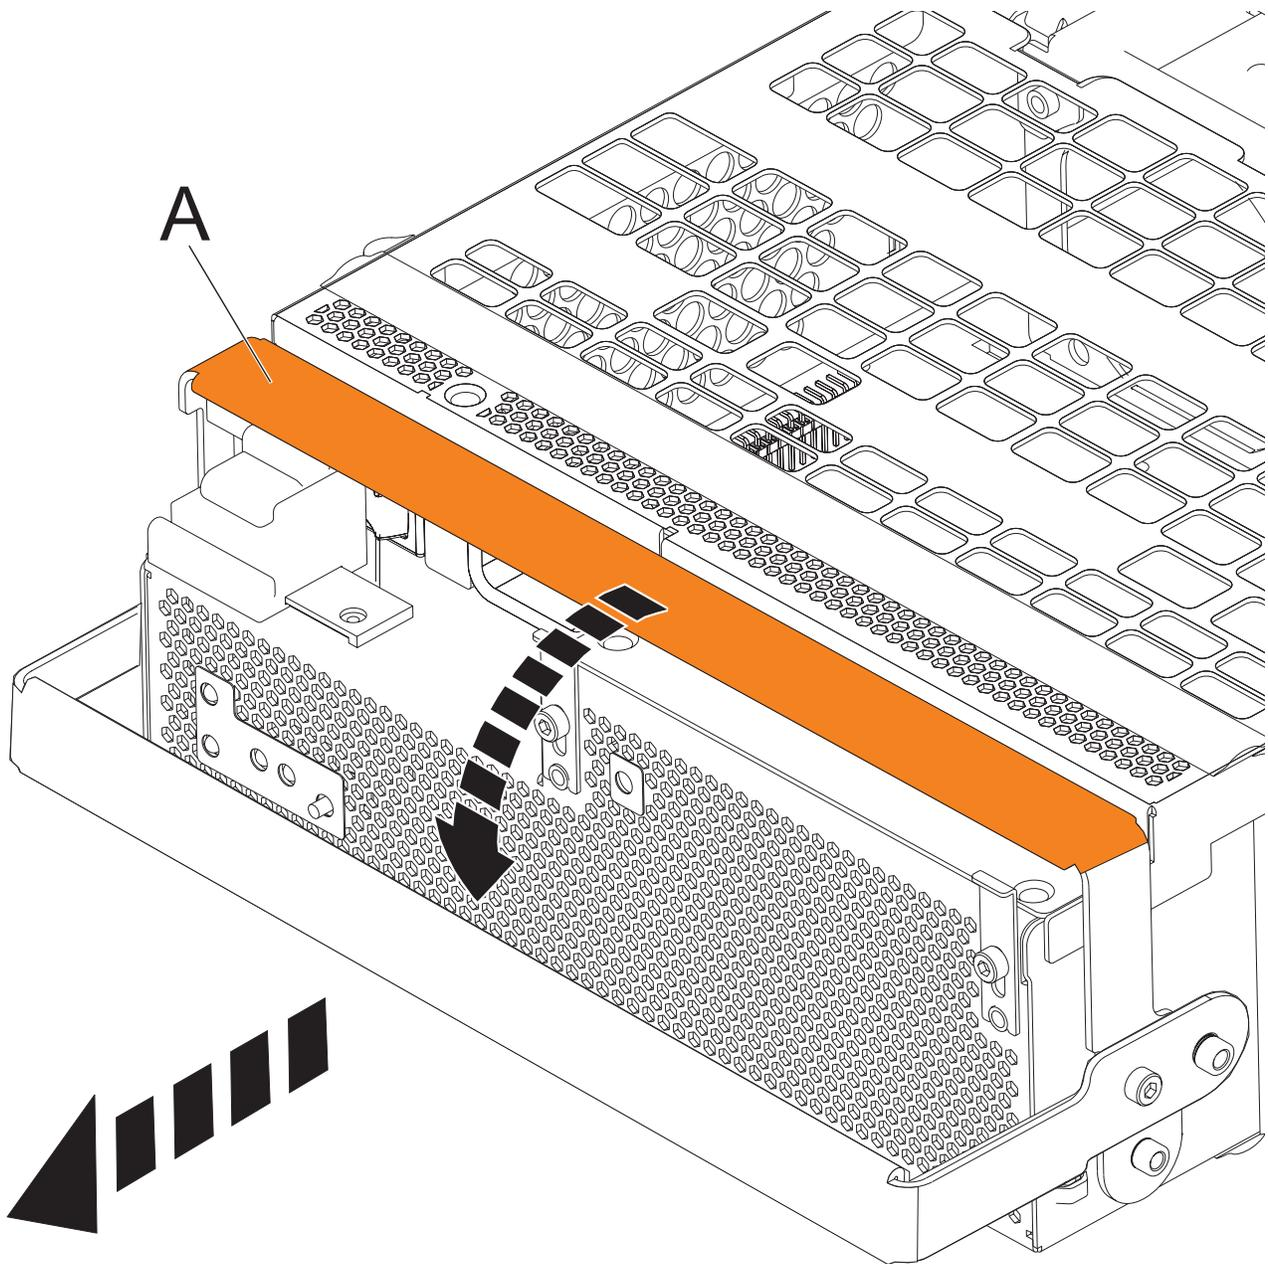

Figure 79. Retirer les ensembles de conversion hors ligne
- a. Tirez le levier (A) à fond vers le bas dans le sens indiqué pour dégager l'ensemble de conversion hors ligne. Pour plus d'informations, voir figure 79, à la page 102.